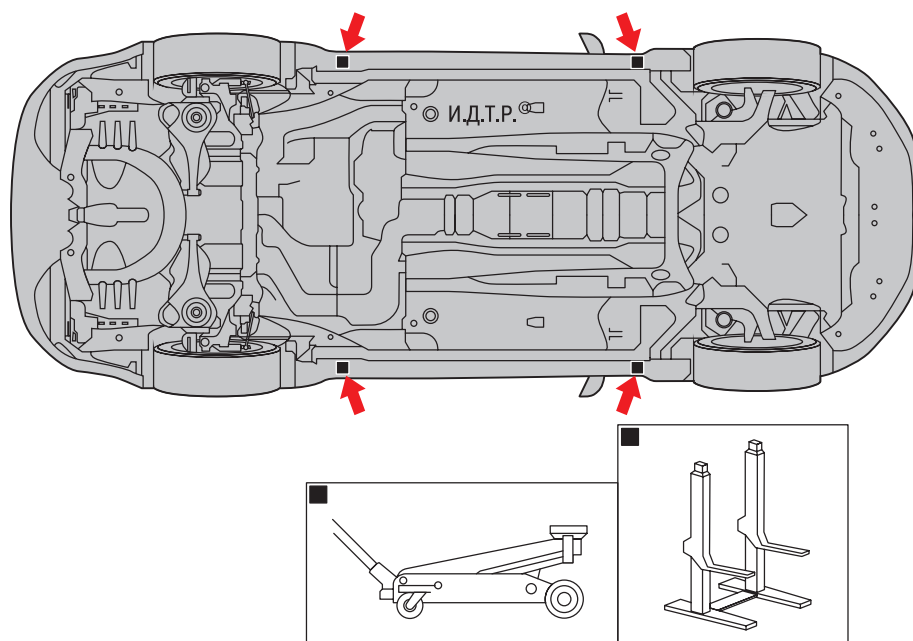

Рис. 4.1. Места установки подкатного домкрата и двухстоечного подъемника
3. Устанавливайте домкрат только под те места, которые для этого предназначены (рис. 4.1). Силовые элементы кузова в этих местах специально утолщены и имеют повышенную прочность.
8. Лапы подъемника устанавливайте только под те места, которые для этого предназначены (см. рис. 4.1). Силовые элементы кузова